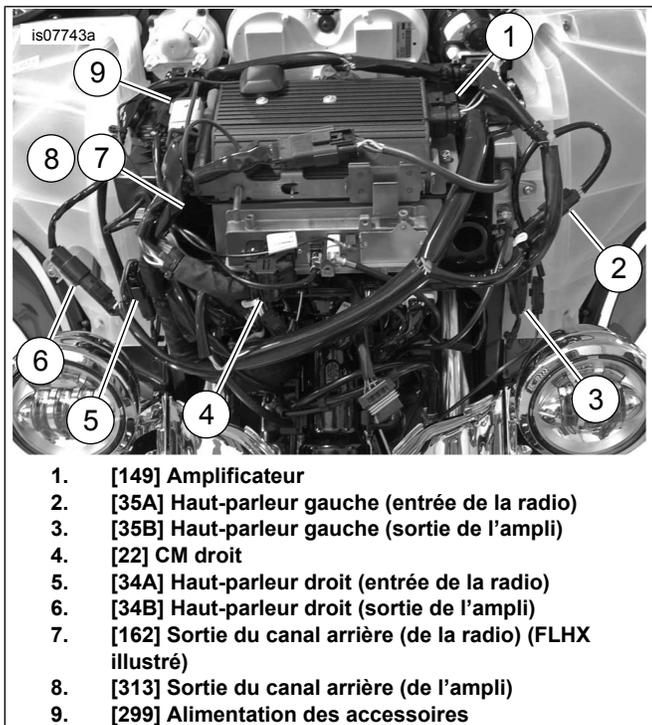

Figure 10. Connexions de faisceau
4. Voir la Figure 10. Positionnez le faisceau comme illustré et branchez les connecteurs. Les connexions de [162] et [313] sont détaillées dans les notes suivantes.
- Si cet amplificateur est utilisé avec un amplificateur secondaire pour activer six ou huit haut-parleurs, consultez les détails de connexion de [162] et [313] dans Tableau 1, Tableau 2 et le kit 76000280. FLHX(S) [162] (F) une sortie à 4 voies Molex du canal arrière de la radio. Utilisée pour la sortie du haut-parleur sans ampli. Consultez Figure 8. N'est pas utilisé avec l'ampli primaire, utilisé pour l'ENTRÉE de l'ampli secondaire. Consultez Figure 10. FLHTC/FLHTK/TRIKE [162] (R) une sortie à 16 voies Molex du canal arrière de la radio. Contient tout le câblage de la nacelle de haut-parleur arrière. Installez 69200714 pour l'utiliser avec les amplificateurs (consultez l'étape 7). Carénage d'ampli [313] une sortie à 4 voies Molex du canal arrière de l'amplificateur primaire, peut être utilisée pour les haut-parleurs de sacoches, les nacelles arrière ou les bas de carénage. Réservé pour les bas de carénage lorsqu'il est utilisé sur la configuration de six ou huit haut-parleurs.